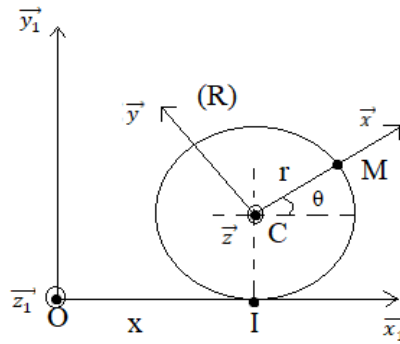

Figure IV.16
**Exercice 04.** On considère le roulement d'un disque de centre C et de rayon r sur un axe (O,  $\vec{x}_1$ ). Le repère R(C,  $\vec{x}$ ,  $\vec{y}$ ,  $\vec{z}$ ) est lié au disque. Figure IV.16.